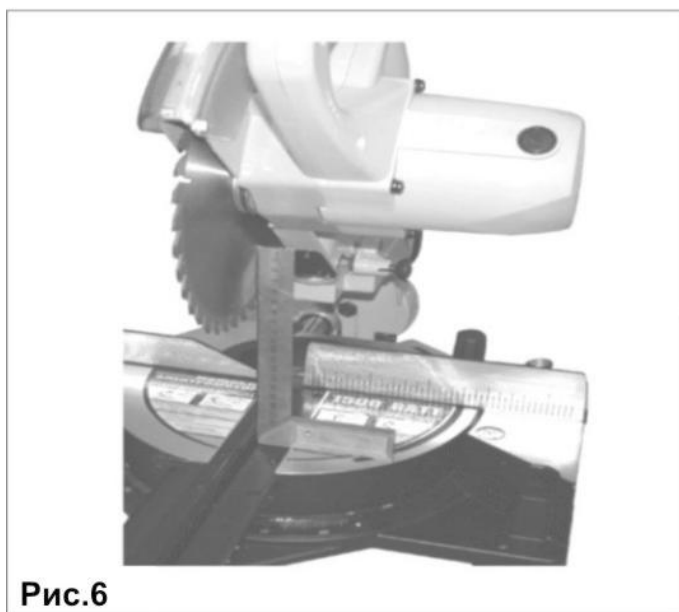

Рис.6
- Ослабив винт фиксации горизонтального перемещения пилы (19), Рис. 2б, переведите пилу в заднее положение, Рис. 6. Для регулировки положения 90° ослабьте стопорную гайку болта (25), Рис. 7а, и, используя угольник, установите угол 90° вращением болта (25), совмещая указатель шкалы (26), Рис. 7б, с делением 0° на шкале угла наклона (27), Рис. 7б. Зафиксируйте стопорную гайку болта (25), Рис. 7а.